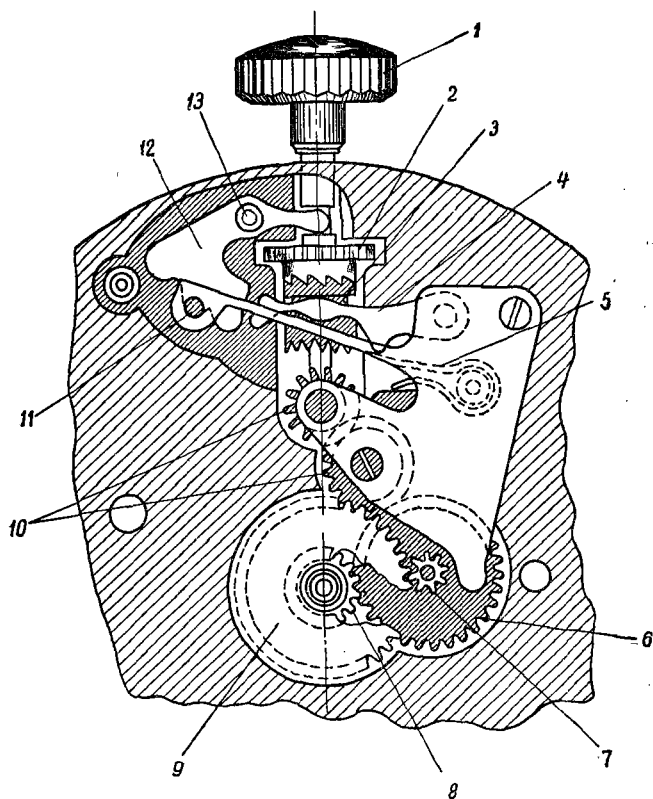

Рис. 65. Узел завода часов и перевода стрелок:
**Узел завода часов и перевода стрелок** (рис. 65) имеет различные конструкции, отличается количеством деталей и их расположением. Он расположен под циферблатом и имеет следующие детали: заводную головку, закрепленную на резьбе заводного валика; заводную трибку 2, надетую на заплечик заводного валика; кулачковую муфту 3, надетую на квадрат заводного валика, заводной рычаг 4, входящий в выем кулачковой муфты 3; в заводной рычаг упирается пружина 5.